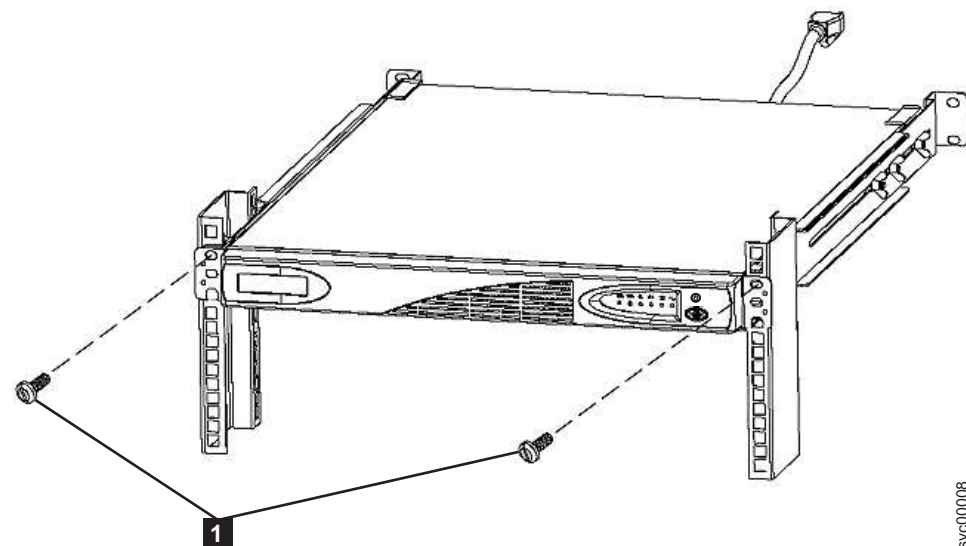

Figura 225. Montando Parafusos para o 2145 UPS-1U
4. Na frente do 2145 UPS-1U, instale os dois parafusos de montagem (**1** na Figura 225).